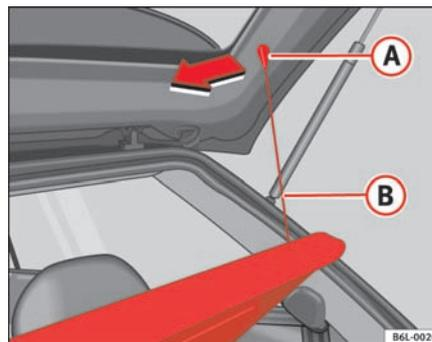

Fig. 89 Bandeja portaobjetos
- Desenganche los tirantes ⇒ fig. 89 **(B)** de los alojamientos **(A)**